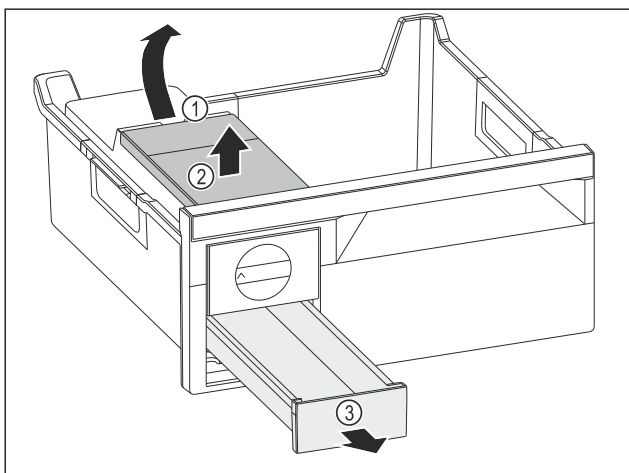

Fig. 105
- ▶ Odobratie nádržky na vodu: Nádržku na vodu nadvihnite za vybranie Fig. 105 (1).
- ▶ Nádržku na vodu Fig. 105 (2) odoberte smerom nahor.
- ▶ Zásuvku na kocky ľadu Fig. 105 (3) odoberte smerom nahor.